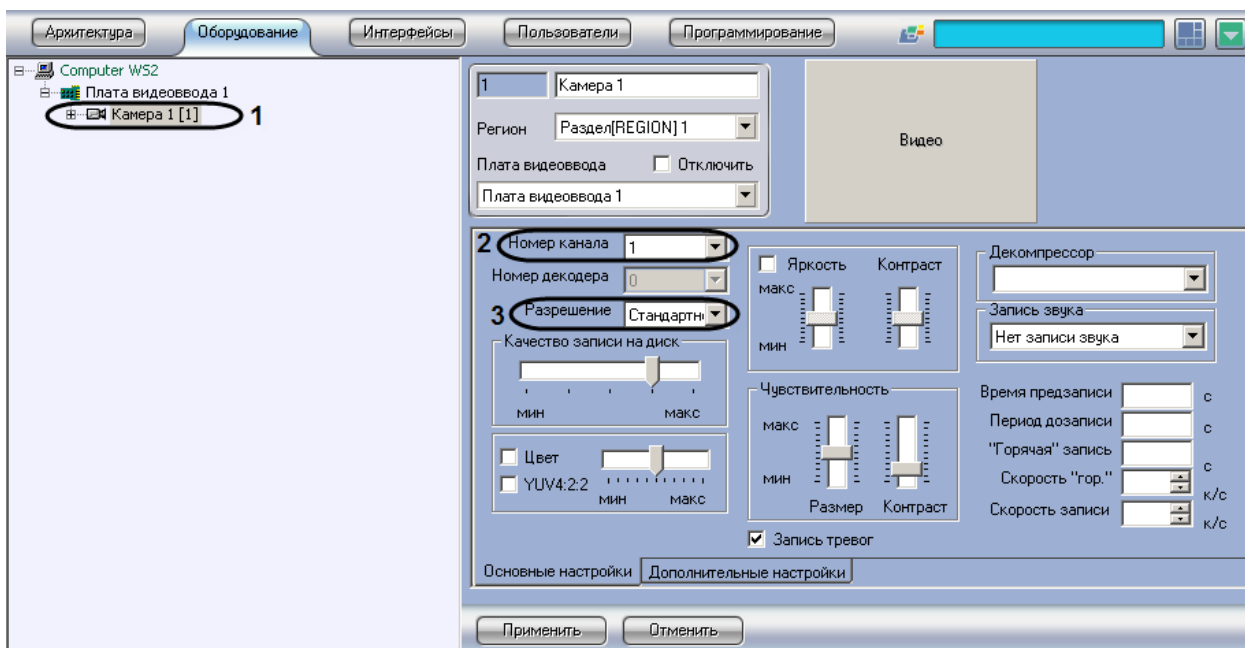

Рис. 3.1—7 Настройка объекта «Камера»
4.1. Из списка «Номер канала» (Рис. 3.1—7, 2) выбрать физический видеовход платы, к которому подключена видеокамера (см. раздел «Особенности настройки видеоподсистемы»).